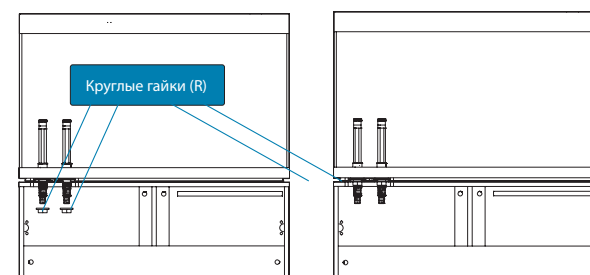
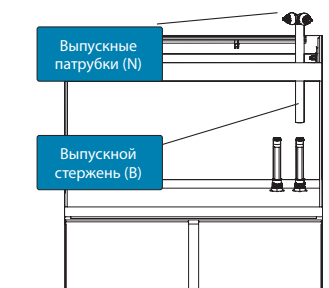

Рис. 3
Рис. 4
3. Откройте шкаф. Завинтите и затяните круглую гайку (R) на нижнем конце стержня (A) (рис. 3).
4. Вставьте выпускной патрубков (N) в один конец выпускного стержня (B).
5. Наденьте выпускной стержень (B) на соединительный стержень (A) (рис. 4).
6. Отрегулируйте высоту выпускных патрубков в зависимости от ваших условий, двигая выпускной стержень (B) вдоль соединительного стержня (A).
7. Выпускные патрубков (N) можно легко повернуть, чтобы отвести воду туда, куда нужно.
3. Откройте шкаф. Завинтите и затяните круглую гайку (R) на нижнем конце второго стержня (A) (рис. 3).